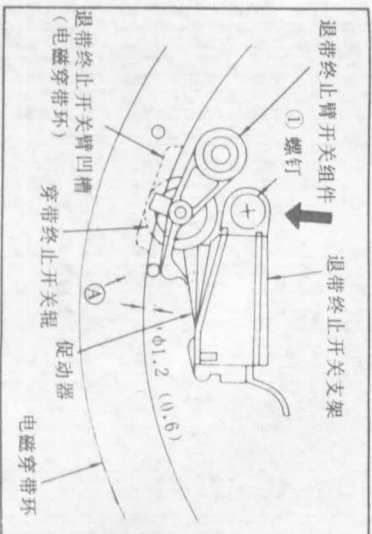

图 35 退带终止开关位置调整
- 用手转动电磁穿带环,确认在退带终止开关肾形组件进入退带终止开关凸轮槽内后,当 $\phi 1.2$ 销插入Ⓐ部(图 35)时该开关是否松开。确认插入 $\phi 0.6$ 销时,该开关并未松开。